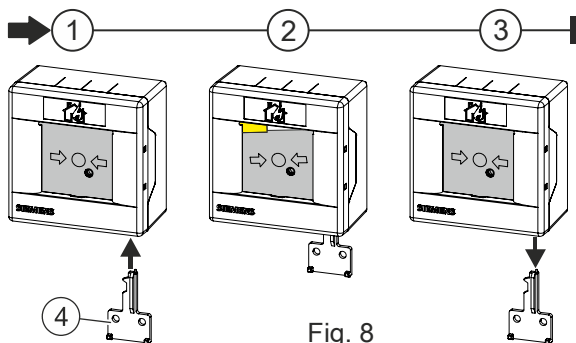

Fig. 8
1. Insert the key (4) in the detector so that the insert moves (Fig. 8).
1. Stecken Sie den Schlüssel (4) in den Melder, sodass sich der Einsatz verschiebt (Fig. 8).